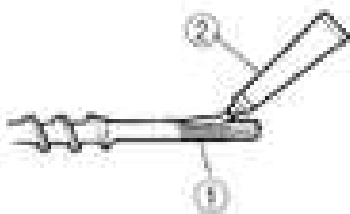

Рис. 2
1. Очистите, а затем смажьте стержень инструмента смазкой, находящейся в тюбике (рис. 2).